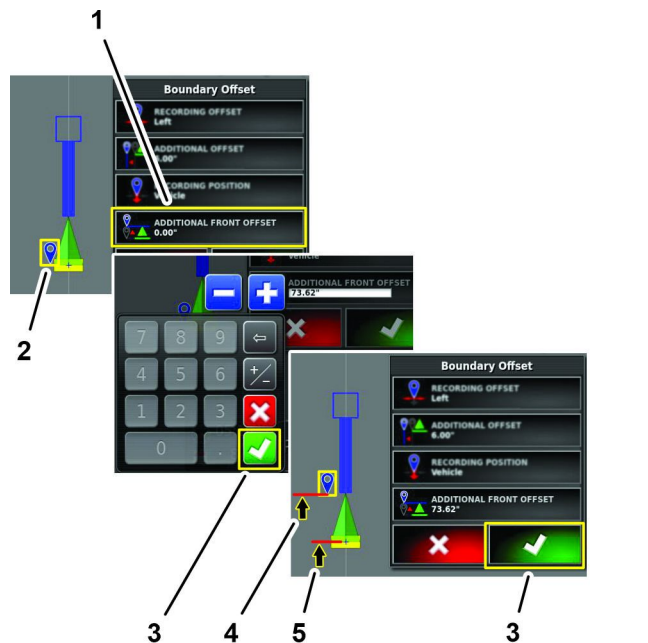

图 200
1. 按额外前偏移量图标图 200。
2. 用显示屏键盘输入前偏移量距离然后按“确认”图标图 200。